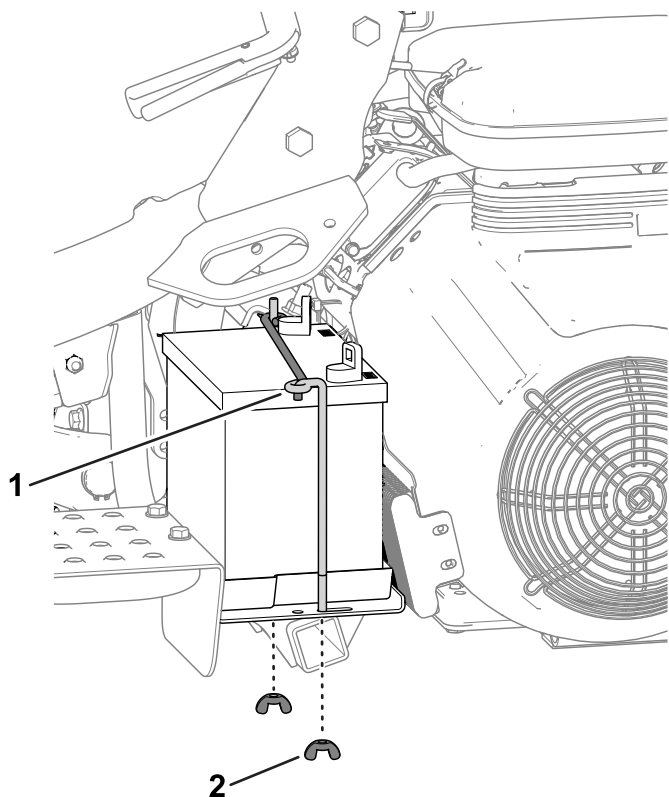

Figura 39
2. Retire as porcas de orelhas e barras que prendem a bateria à plataforma (Figura 39) e retire a bateria.
5. Coloque a bateria no tabuleiro da bateria e prenda-a com as barras e fixadores previamente removidos (Figura 39).